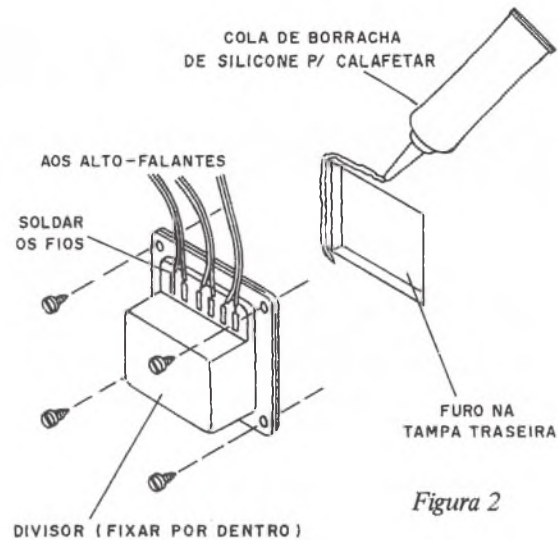

Figura 2
* Coloque o material absorvente (lã de rocha ou fibra de vidro ou ainda manta de algodão) com 5cm de espessura, forrando totalmente a caixa: paredes laterais e tampa traseira (fixe antes o divisor de frequência, já ligando três pedaços de fio paralelo polarizado, conforme mostra a figura 2).